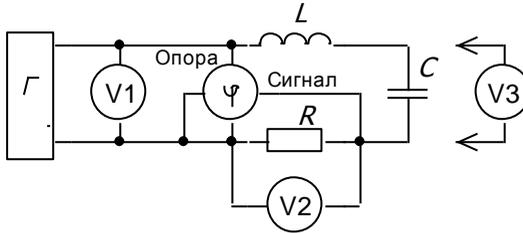

Рис. 3.2
4. Для цепи на рис. 3.2 выполнить расчеты, аналогичные п. 2. Результаты занести в табл. 3.4. Построить на комплексной плоскости вектор тока и потенциальную диаграмму напряжений.
3. Исследование режима в цепи RLC. Собрать цепь по схеме рис. 3.2. Записать в табл. 3.3 показания приборов и расчетов, выполненных на основе этих показаний. Изменяя частоту источника, добиться изменения характера входного сопротивления, наблюдая за показаниями фазометра.